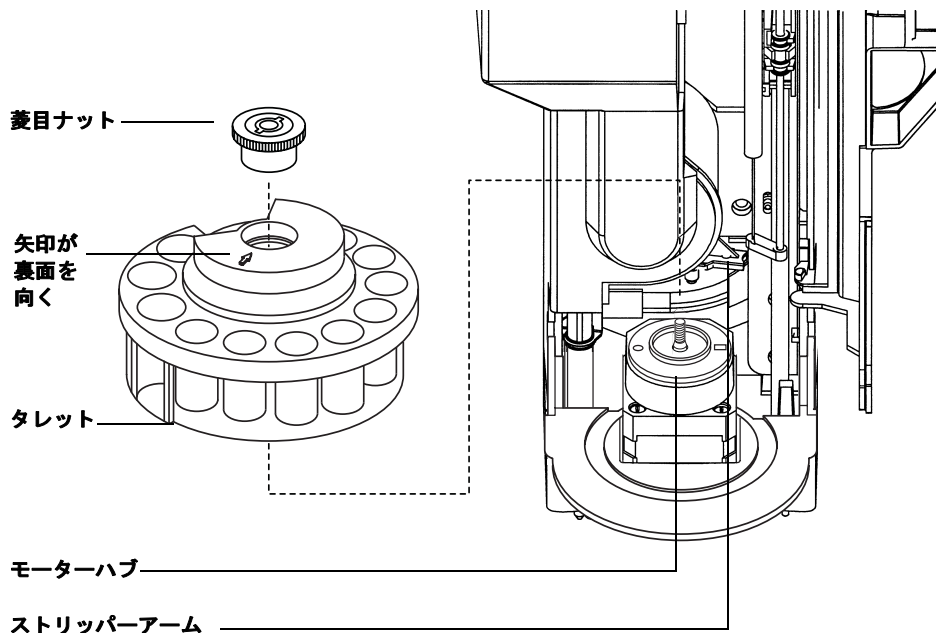

図60 タレットを取り外す
- 3 タレットを回転して、空間のある側がタワー背面に向き、タレット上部の矢印が後ろを指すようにします。ストリッパアームを後方に押してタレットの前面を持ち上げると、タレットはセンターシャフトから外れます。タレットを取り外します。図60を参照してください。